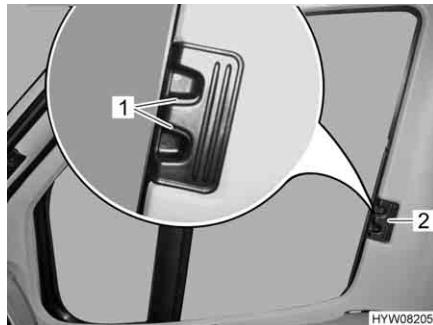

Fig. 14 Tendina oscurante pieghevole per il finestrino del conducente/ passeggero
- Premere le maniglie di sbloccaggio (Fig. 14,1) e mantenerle premute.
- Con la levetta (Fig. 14,2) tirare le tendine oscuranti pieghevole per il finestrino del guidatore e del passeggero verso l'altro lato della finestra e congiungerle alle strisce magnetiche.
- Inserire fino all'arresto le tendine oscuranti pieghevole per il finestrino del guidatore e del passeggero per la maniglia (Fig. 14,2).
- Rilasciare le maniglie di sbloccaggio (Fig. 14,1) e mantenerle innestate.